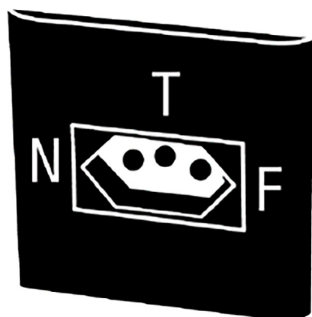

Figura 4.5: Padrão de conexão tomada 20 A (2P+T)
- Não instalar a estação WEMOB-EASY em uma tomada com polarização diferente da apresentada na Figura 4.5 na página 4-8, exceto se a alimentação for bifásica (sem neutro – N).